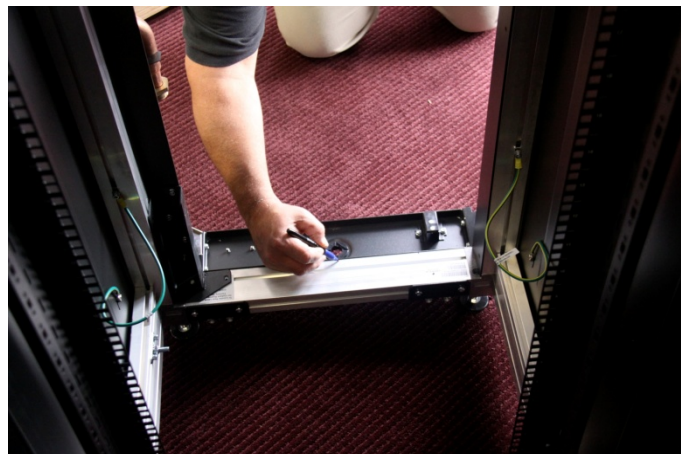

Abbildung 10 Kennzeichnen der Position
- 3 Schieben Sie die Federmuttern anschließend in die vertikale Nut des Rack-Aluminiumprofils bis zur zuvor markierten Position (Abbildung 10).